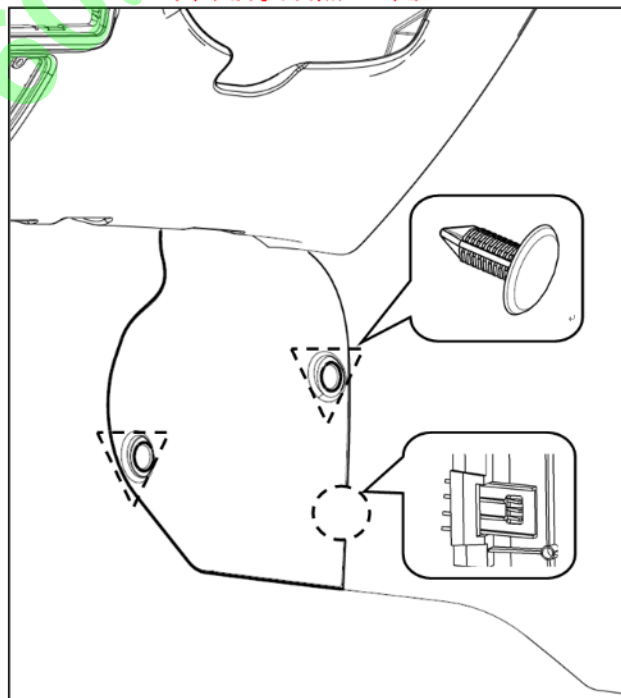

图1-1-9-1仪表板中左下护板安装结构示意图
- (3) 用头部缠绕柔性胶带（或其它柔性产品）的一字螺丝刀小心的撬起并取下图1-1-9-1所示的2个子母卡扣；
- (4) 沿缝隙小心的撬起仪表板中左下护板与下本体之间配合的一个卡脚，当卡脚脱